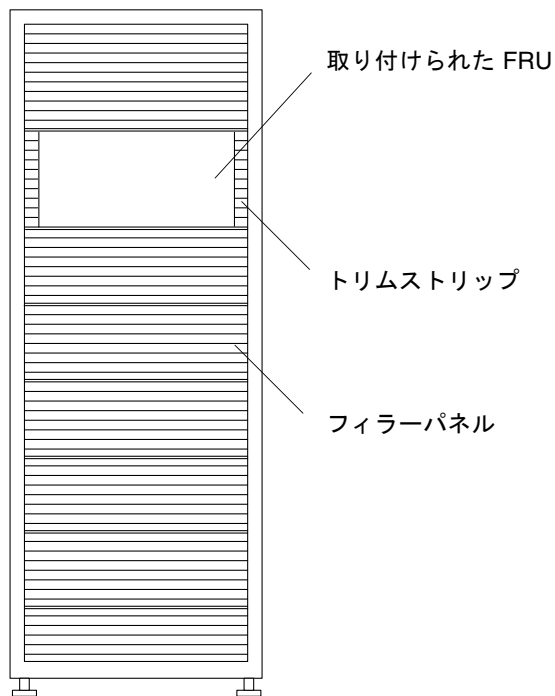

図 4-5 フィラーパネルとトリムストリップの位置
5. FRU の取り付け位置にあるフィラーパネルを取り外します (図 4-5)。
9. トリムストリップを取り付けます (図 4-5)。
3. FRU 側のトリムストリップを取り外します (図 4-5)。
6. FRU を交換しない場合は、元の位置にフィラーパネルを取り付けます (図 4-5)。